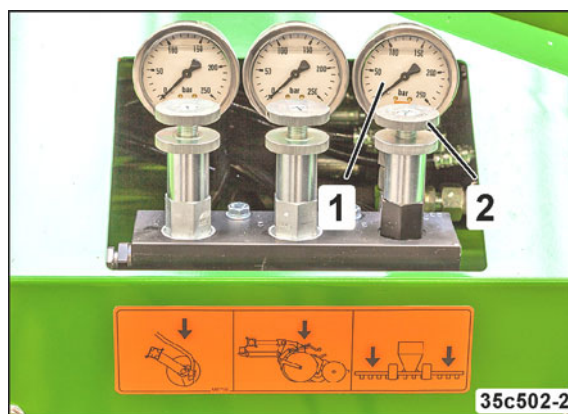

Fig. 85
- la soupape (Fig. 85/2)
- sur le manomètre (Fig. 85/1), ou
La pression indiquée par le manomètre (Fig. 85/1) varie jusqu'à ce que la turbine (distribution) atteigne un régime constant.